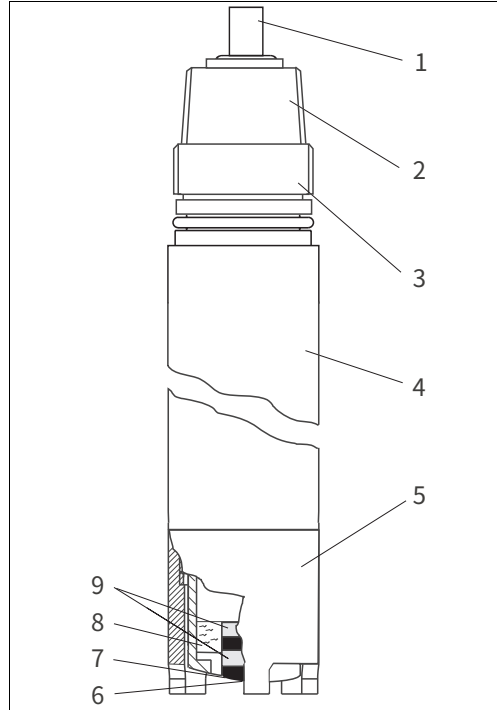

图 17: 传感器设计
- 传感器轴（图 17，位置 4）
- 保护篮（图 17，位置 5）